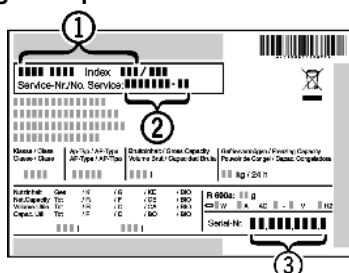

Fig. 56
- ▶ Consulter la désignation de l'appareil Fig. 56 (1), le N° de service Fig. 56 (2) et le N° de série Fig. 56 (3) sur la plaque signalétique. La plaque signalétique se trouve à l'intérieur de l'appareil, sur le côté gauche.